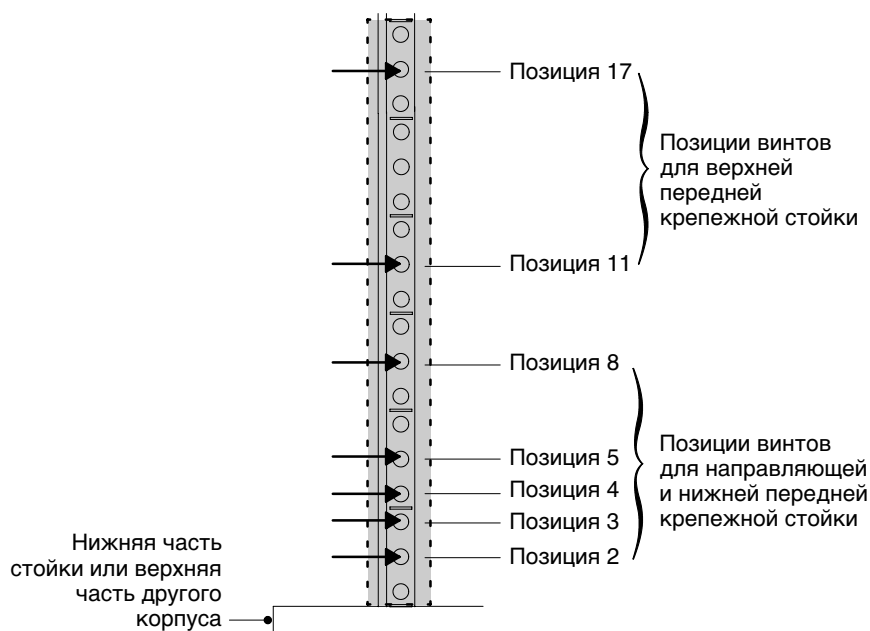
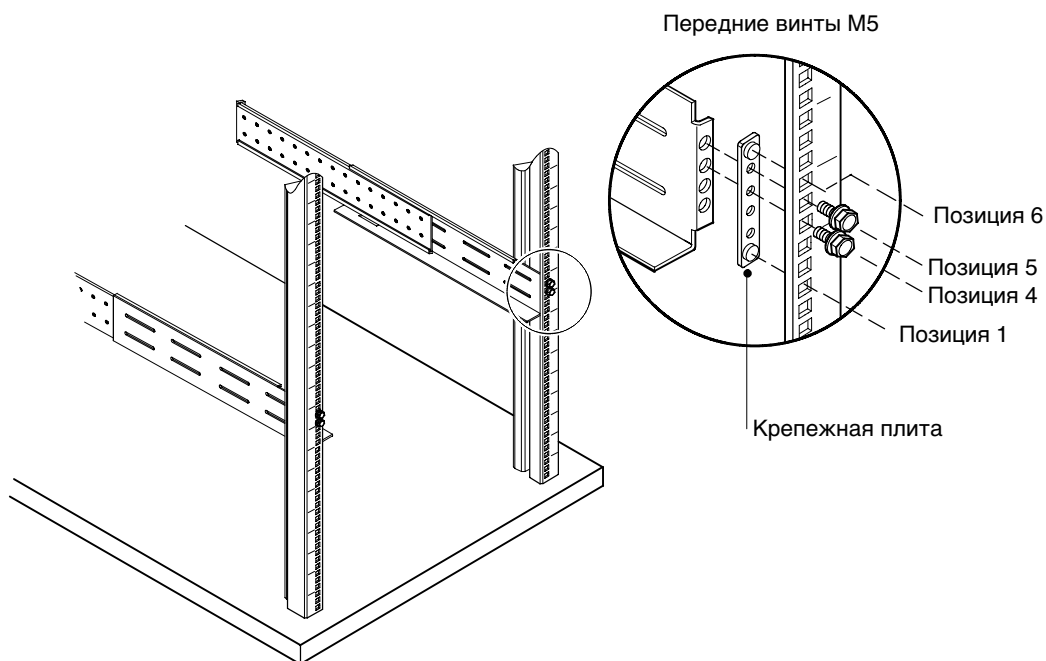

Рисунок 14. Положения винтов передней направляющей для ИБП
Рисунок 15. Закрепление передней направляющей
1. Выберите нужные отверстия в стойке для крепления ИБП (см. рис. 14).
3. При помощи двух крепежных винтов M5 и крепежной пластины прикрепите направляющую к передней части стойки (см. рис. 14 и рис. 15).